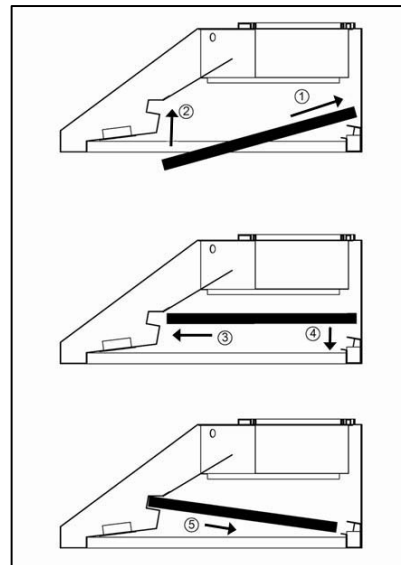

Figura 31
2. Consulte la Figura 31. ① Deslice el filtro deflector en la campana. ② Empuje el filtro deflector hacia arriba. ③ Deslícelo hacia delante. ④ Hálo hacia abajo. ⑤ Ajústelo en su lugar.